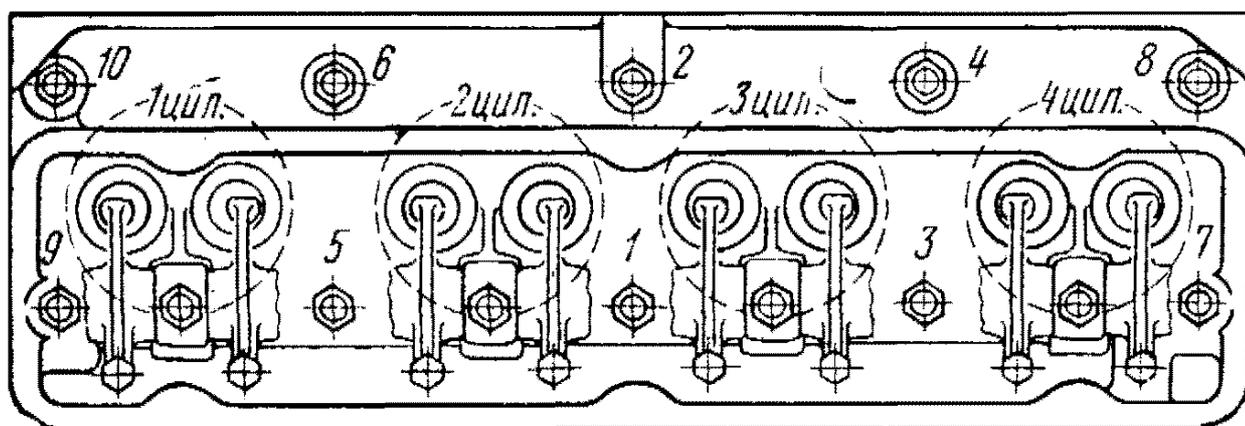

Рис. 8. Последовательность затяжки гаек крепления головки цилиндров
**Затяжку гаек крепления головки цилиндров** производят только на холодном двигателе. Для обеспечения равномерного и плотного прилегания, головки цилиндров к прокладке затяжку гаек необходимо производить в последовательности, указанной на рис. 8. Для предотвращения деформации головки затяжку следует делать в два приема: первый раз — предварительно, с меньшим усилием, второй — окончательно, стремясь затянуть гайки равномерно с одинаковым усилием. Рекомендуется пользоваться динамометрическим ключом. Окончательную затяжку следует производить с моментом 7,3 — 7,8 кгм.